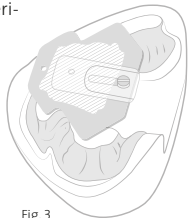

Fig. 3
**12.** Colorare abbondantemente la piastra di registrazione inferiore con il CANDULOR Marker. A questo punto si inseriscono i valli nel cavo orale e sotto la guida dell'odontoiatra il paziente disegna l'arco gotico eseguendo con la mandibola i movimenti verso avanti e indietro e lateralmente (Fig. 3).